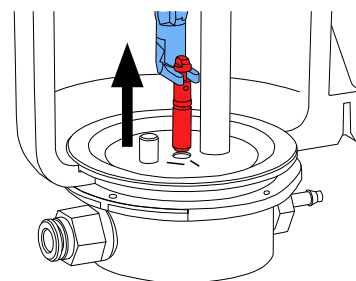

Abb. 16
- ⇒ Dosierdüse mit Werkzeug fassen und nach oben herausziehen (Abb. 16).